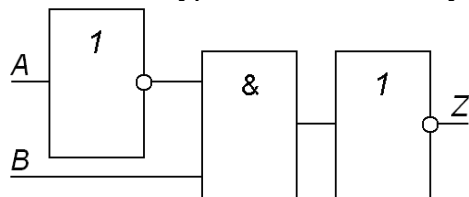

Рис. 8. Цифровая схема.
40. Составьте уравнение и таблицу истинности для схемы на рис. 8.